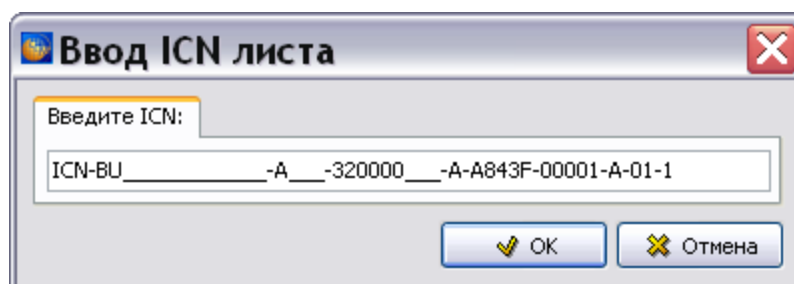

Рис. 8.50
Для ввода контрольного номера диаграммы щелкните левой кнопкой мыши в поле «ICN» в правом верхнем углу диаграммы. При этом появится окно **Ввод ICN листа** (Рис. 8.50).
В поле **Введите ICN** показан шаблон ICN. В шаблон автоматически подставляются значения идентификационного кода модели (MI), кода стандартной системы нумерации (из кода МД) и CAGE кода организации-разработчика (если он задан в шаблоне проекта) (Рис. 8.50). Значения доступны для редактирования.